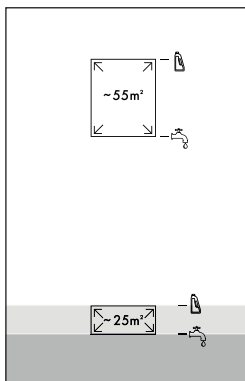

Fig. 8
- ◆ Per superfici piccole  (fino a 25 m²) versare acqua di rubinetto o acqua distillata fino al primo segno di livello  del contenitore dell'acqua pulita 11 (vedere fig. 8).
- ◆ Per superfici piccole  (fino a 25 m²) versare detersivo fino al secondo segno di livello  del contenitore dell'acqua pulita 11 (vedere fig. 8).